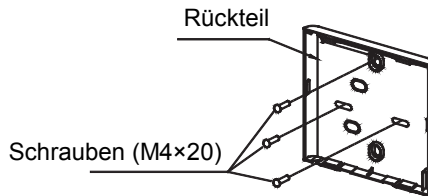

Abb. 3-3
- Bei der Oberflächeninstallation befestigen Sie das Rückteil der Kabel-Fernbedienung mit 3 Schrauben (M4×20) und Dübeln an die Wand. (Abb. 3-3)